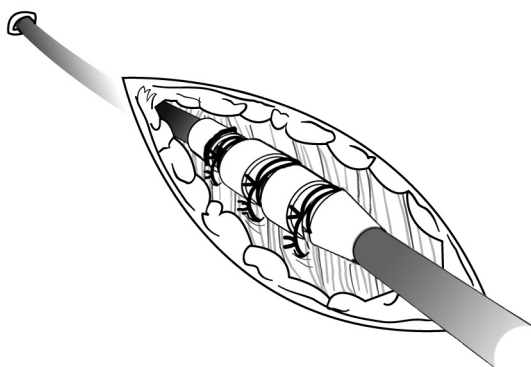

Figure 11. Exemple de manchon de suture, technique d'implantation percutanée
1. Peler la gaine du désilet et glisser le manchon de suture profondément dans les tissus (Figure 11 Exemple de manchon de suture, technique d'implantation percutanée en page 29).